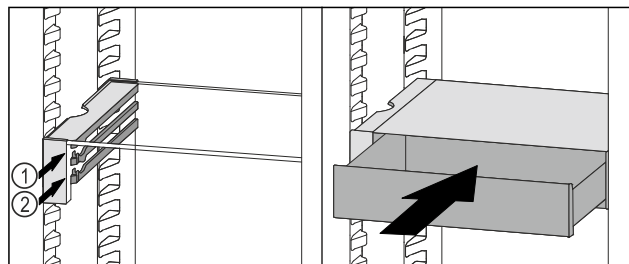

Fig. 146
- VarioSafe-Schubfach hinter den Stoppern auf gewünschter Rippe Fig. 146 (1) oder Fig. 146 (2) aufsetzen.